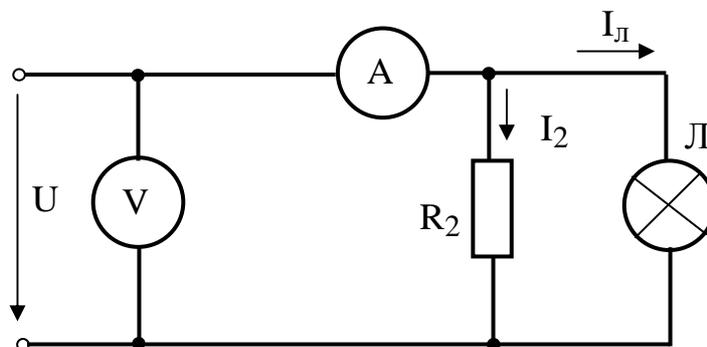

Рис. 8.4
2. Собрать электрическую цепь по схеме, изображенной на рис. 8.4. Резисторы  $R_1$  и  $R_2$  использовать согласно заданному варианту, источник электрической энергии с регулируемым напряжением. Изменяя напряжение источника от 0 до  $U = U_{\max}$ , через каждые 2 В выполнить измерения тока и напряжений. Рассчитать ток по закону Ома  $I_2 = U/R_2$ . Результаты измерений и расчетов записать в табл. 8.3.